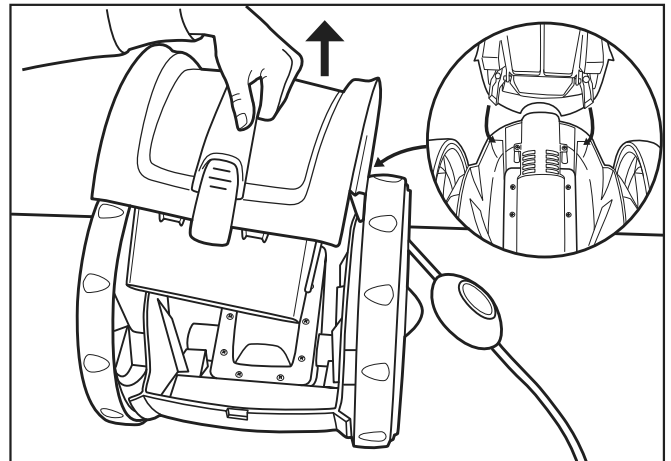

Figura 10. Quite la cubierta del cartucho del filtro
4. Retire el montaje del filtro del cuerpo, como se muestra en la Figura 10.